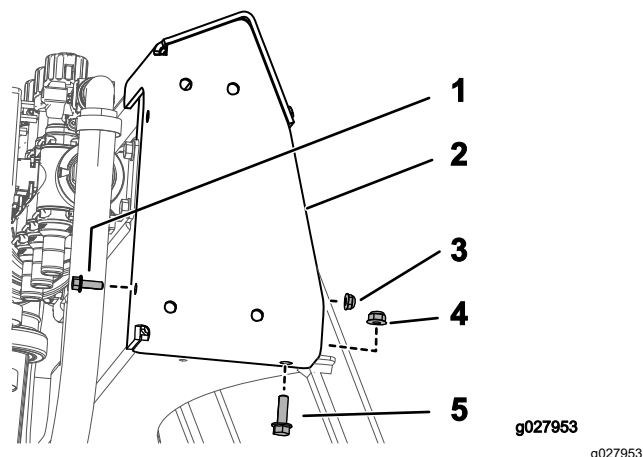

Figure 9
1. Montez le support supérieur avec 1 boulon (1/4"-20 x 3/4"), 1 écrou (1/4"-20), 1 boulon Whiz (5/16"-18 x 1") et 1 écrou à embase (5/16"-18), comme montré à la Figure 9.